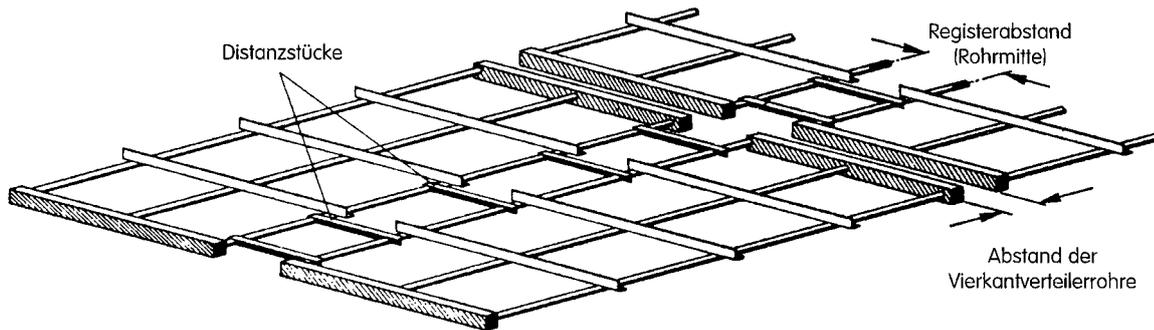

Abb. 7 Schema-Rohrregister
4. Ein exaktes Fugenbild der Decke ist von der absolut horizontalen und ausgefluchteten Montage der Register abhängig (Abb. 7). Das Verlegen der Register sollte aus diesem Grund mit äußerster Sorgfalt ausgeführt werden.
5. Der Rohr-Abstand von Register zu Register beträgt je nach Bauart 600 mm oder 300 mm. Zur genauen Einhaltung des Abstandmaßes werden von uns Distanzstücke (Abb.7) mitgeliefert. Die äußersten Rohre von 2 parallel liegenden Register werden mit Distanzstücken verbunden: einmal in nächster Nähe eines jeden Kopfstückes und weitere auf den mit Winkeleisen gekennzeichneten Stellen der Registerrohre.
6. Der Abstand von Vierkant-Verteilerrohr zu Vierkant-Verteilerrohr (Abb. 7) soll im allgemeinen nicht größer sein als 50 mm .